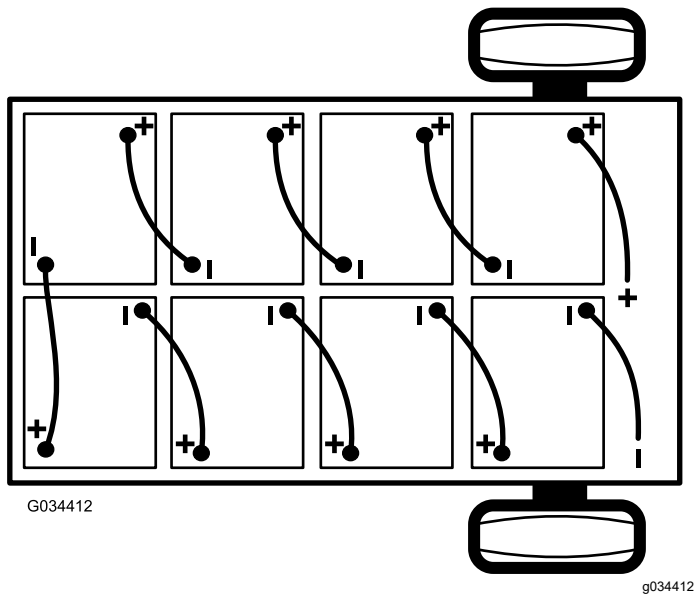

Bild 38
- Schließen Sie das Hauptminuskabel (schwarz) ab, mit dem die Batterien an der Erdungsstelle der Maschine angeschlossen sind (Bild 38).
- Schließen Sie das Hauptpluskabel (rot) der Batterie ab, mit dem die Bank der Batterien am Hauptanschluss der Maschine angeschlossen ist (Bild 38).
Hinweis: Achten Sie auf die Batteriepolartität, wenn Sie neue Batterien einsetzen (Bild 38).
- Schließen Sie die Batterien mit den Batterieverbindingkabeln, die Sie in Schritt 1 entfernt haben, zusammen, wie in Bild 38 abgebildet.
- Schließen Sie das Hauptpluskabel (rot) der Batterie zwischen der Bank der Batterien und der Maschine an (Bild 38).
- Schließen Sie das Hauptminuskabel (schwarz) zwischen den Batterien und der Maschine an (Bild 38).